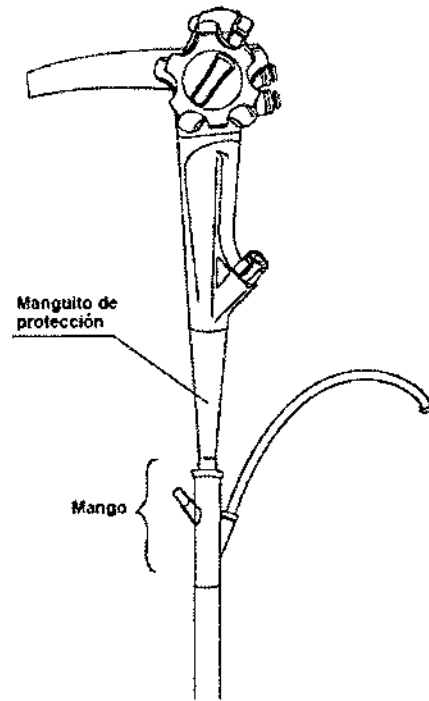

Figura 5
8. Desplace el tubo de protección de un solo uso y coloque el mango del tubo de protección de un solo uso cerca del manguito de protección del endoscopio (consulte la figura 5).